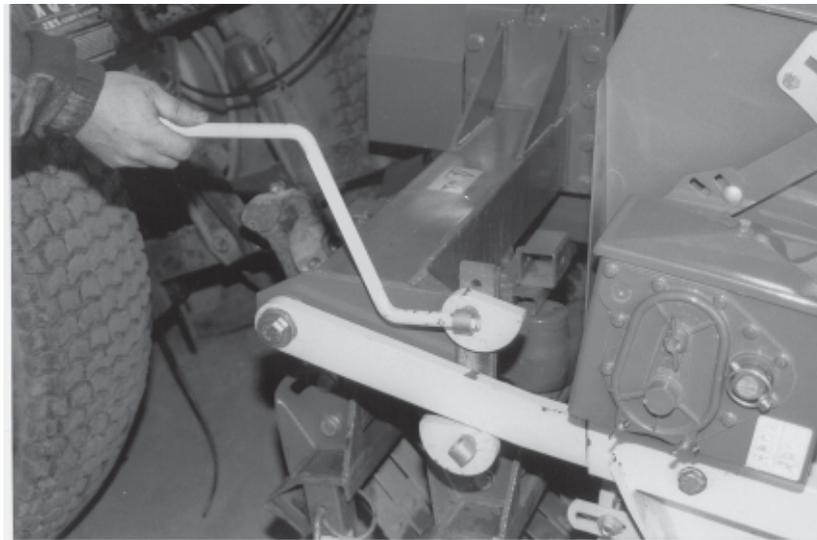

Abb. 21
- Lösen Sie die Sicherungsschrauben der Exzenter mit der Kurbel (Abb. 21),